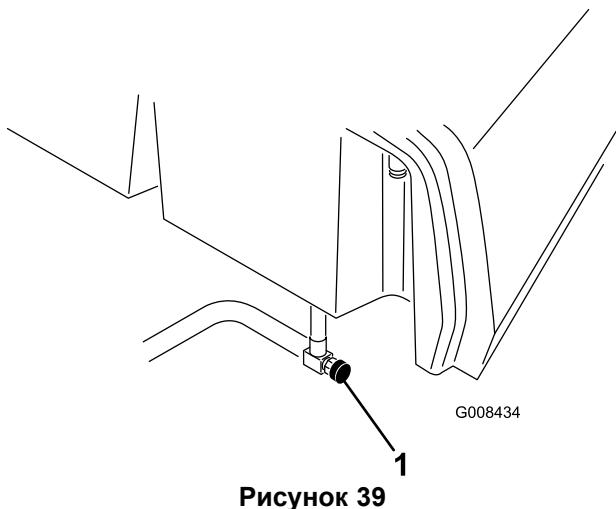

Рисунок 39
- Закройте топливный запорный клапан, расположенныйный под топливным баком (Рисунок 39).